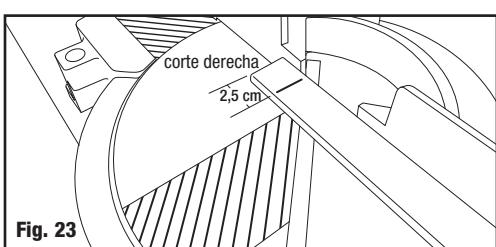

Fig. 23
2. Deslice la moldura con el filo del marco hacia fuera contra el riel de tope derecho y aproximadamente 2,5 cm más allá de la ranura de corte. (Fig. 23)